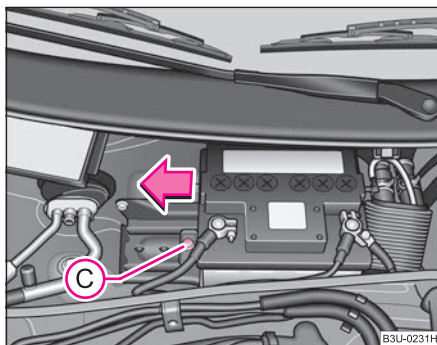

Fig. 177 Compartimentul motor: Bateria
- Deșurubați șurubul **(C)** ⇒ fig. 177 și scoateți placa de siguranță.